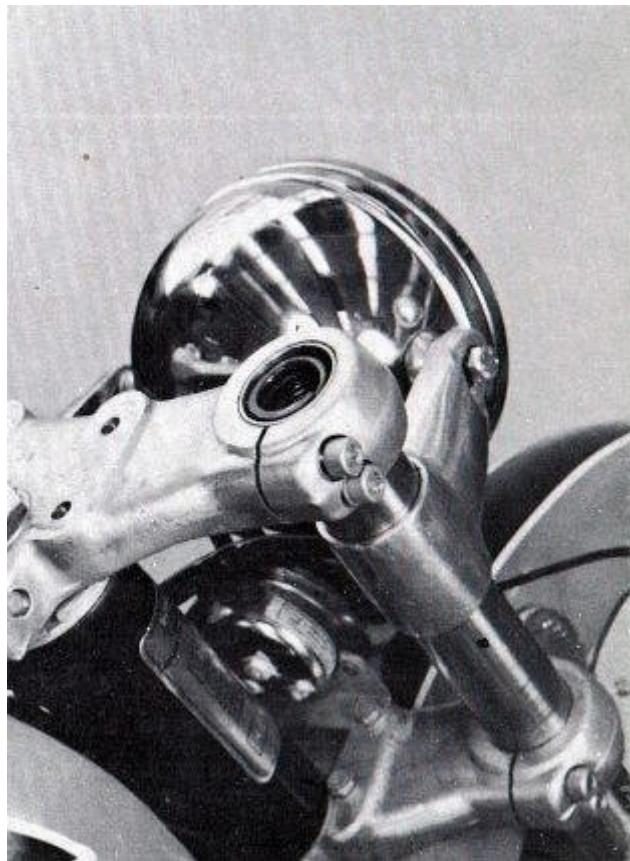

FIG. 183
6. Siga empujando el tubo hacia arriba hasta la parte superior del tubo (no la tuerca de horquilla) quede a ras con la parte superior de la horquilla superior. (Fig. 183) Gire uno de los pernos de 6 mm tenedor sujete la horquilla superior hasta que quede ajustado. No apriete la misma.